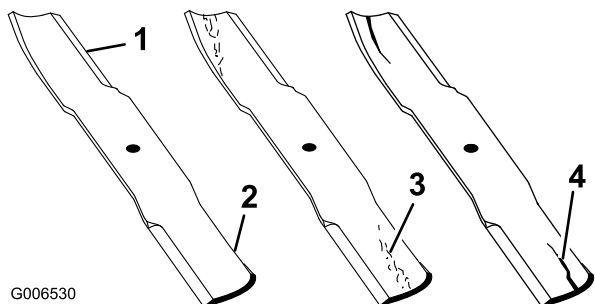

Bild 33
2. Prüfen Sie die Schnittkanten des Messers sorgfältig, insbesondere dort, wo die geraden Flächen die gebogenen berühren (Bild 33). Da Sand und anderes reibendes Material das Metall abschleifen kann, das die flachen mit den gebogenen Teilen verbindet, müssen Sie das Messer vor jedem Einsatz der Maschine prüfen. Tauschen Sie das Messer aus, wenn Sie eine Abnutzung feststellen (Bild 33); siehe Entfernen des Schnittmessers“.
Wenn sich das Messer abwetzen kann, bildet sich ein Schlitz zwischen dem Windflügel und dem flachen Teil des Messers (Bild 33). Zuletzt kann sich ein Stück des Messers lösen und aus dem Gehäuse ausgeschleudert werden. Das kann zu schweren Verletzungen bei Ihnen selbst und Unbeteiligten führen.